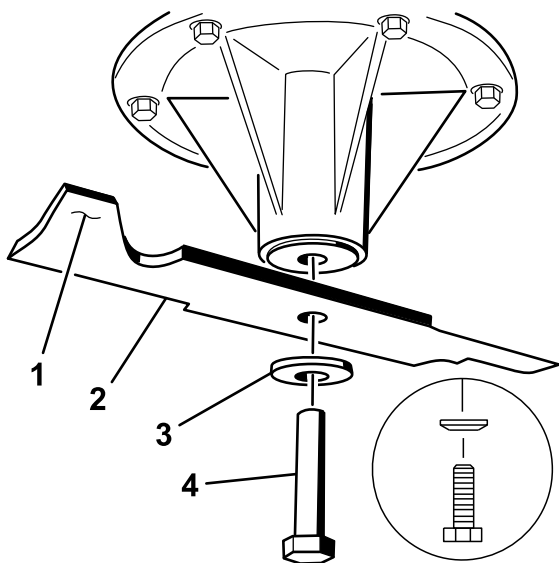

Figura 82
2. Instale la cuchilla en el eje (Figura 82).
3. Instale la arandela curva y el perno de la cuchilla (Figura 82).
Nota: El cono de la arandela curva debe estar orientado hacia la cabeza del perno (Figura 82).